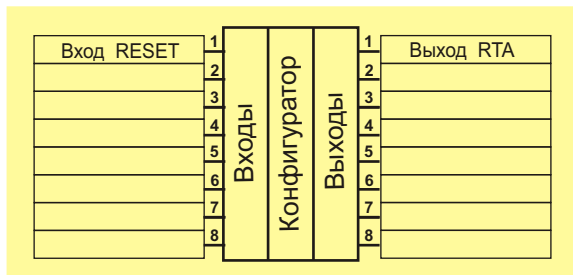

Рис. 110. Блок "Таймер реального времени"
9.4.22 Блок **Таймер реального времени** имеет 1 вход и 1 выход и является одноэлементным. Схематическое изображение архитектуры блока **Таймер реального времени** смотрите на Рис. 110.